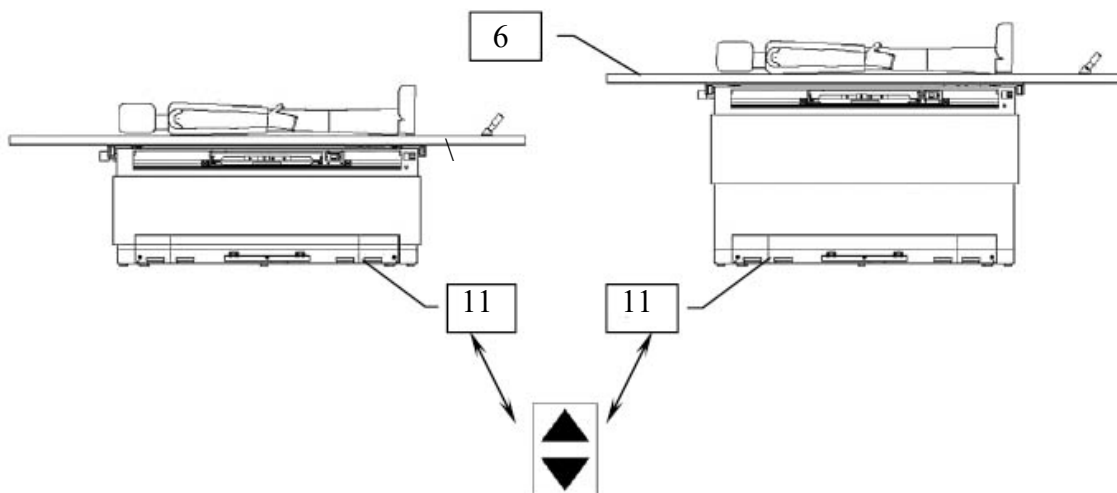

Рисунок 4.6
- Снимите ногу с педали для фиксации деки стола в требуемой позиции (функция автоцентрирования должна быть отключена, выключатель 13 рис. 4.6 выключен)